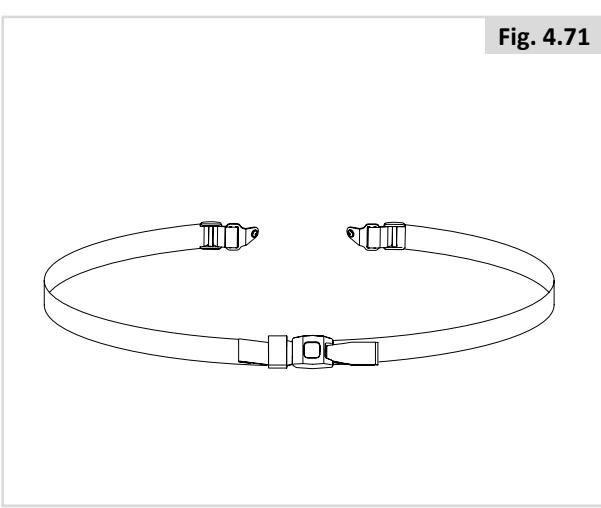

Fig. 4.72
1. Fastgør (A) til sæderammen med en skrue på hver side. (Fig. 4.72)